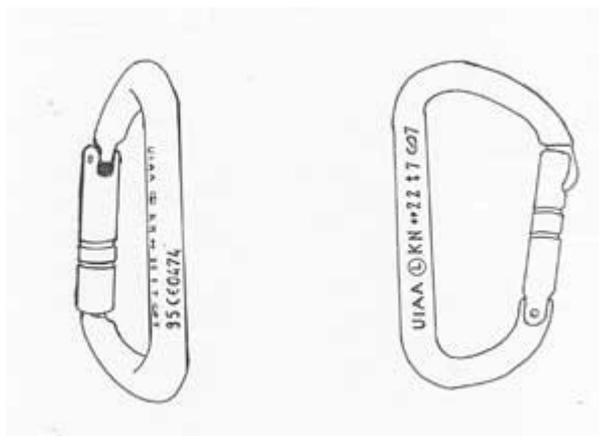

Fig. 4
- abolizione delle differenze fra moschettoni normali (N) e leggeri (L). Questa differenza tuttora persiste in ambito UIAA, con un carico di rottura a dito aperto di 9 kN (N) e 6 kN (L). In CEN il carico è unico 7 kN (vedi fig. 4; 0474 = numero dell'istituto o del laboratorio che rilascia il certificato di conformità).